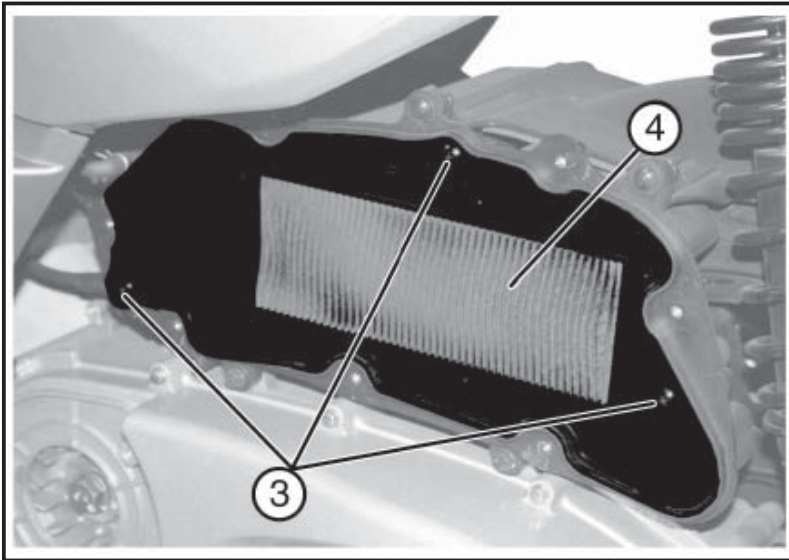

Abb. 01
- Die drei Schrauben «3 - Abb. 01» abschrauben.
- Das Filterelement «4 - Abb. 01» entfernen.